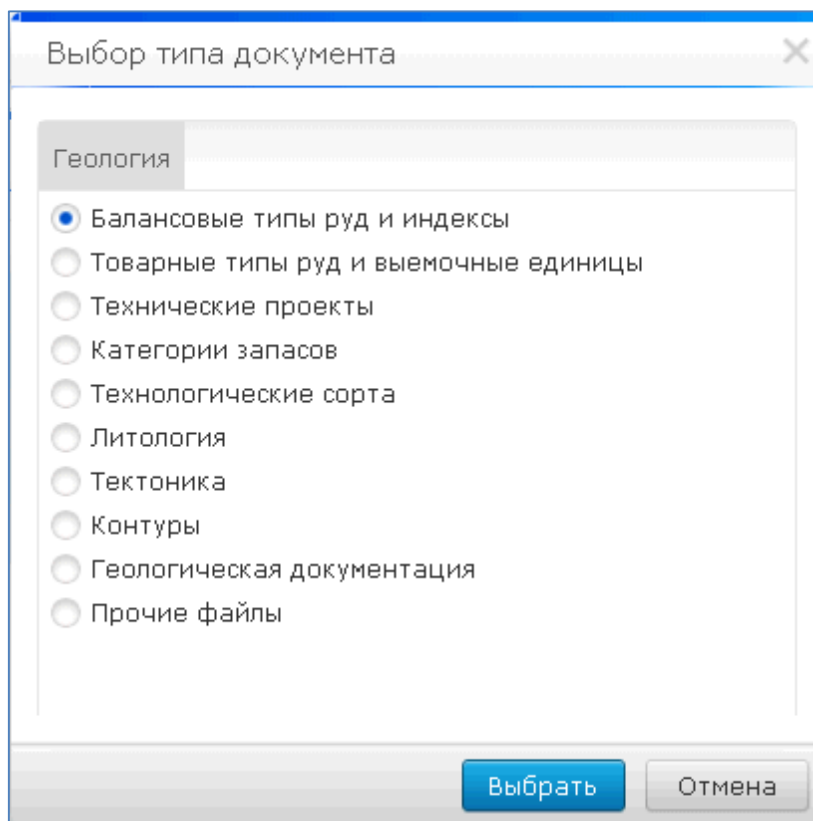

Рисунок 3. Выбор типа документа
5. В открывшемся диалоговом окне «Выбор типа документа» выбрать нужный тип загружаемого файла. (Рисунок 3)